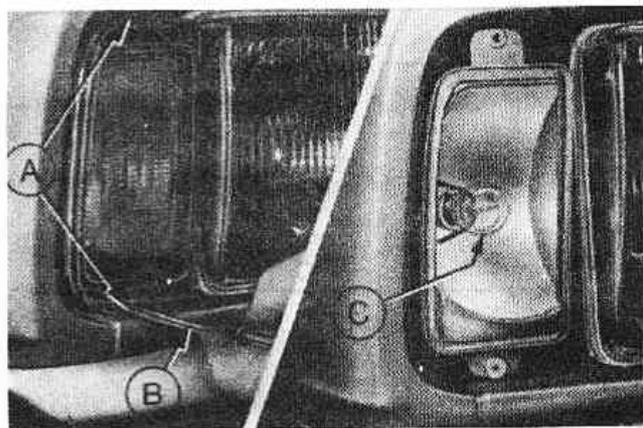

Рис. 10.18. Чтобы снять лампу (C) переднего указателя поворотов, выверните винты (A) крестообразной отверткой (B) (Разд.32)
4. Если необходимо снять лампу, выверните два винта с крестообразными шлицами, крепящие стекло указателя поворота к его корпусу. Снимите стекло (Рис.10.18).